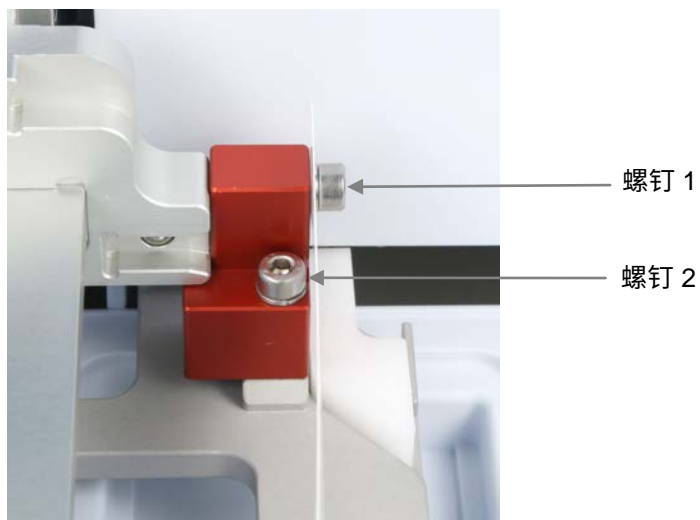

图 3-6.运输锁已上紧
1. 使用提供的六角扳手，松开运输锁上带 1 和 2 标记的两个螺钉 (图 3-6)，确保跟踪机械部件已松脱。
2. 从带标记 1 的螺钉位置移除螺钉、运输锁件和运输锁标签 (图 3-6)。保留标签, 以便将来对仪器进行重新定位或运输。运输锁现已松开。
2. 首先用螺钉 1 将运输锁件上紧到泵体。然后，调节泵机械机构高度和板托盘位置，以便上紧螺钉 2 (图 3-6)。